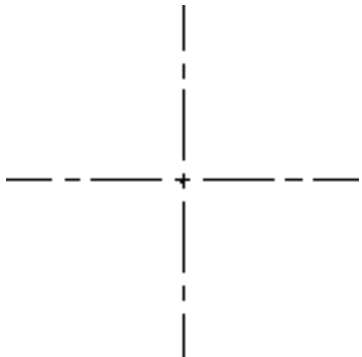

图 4-36 绘制中心线
(2) 绘制中心线 将线宽显示打开。将当前图层设置为“中心线层”图层。单击“绘图”工具栏中的“直线”按钮，绘制相交中心线{(120,180)、(280,180)}和{(200,260)、(200,100)}，结果如图 4-36 所示。